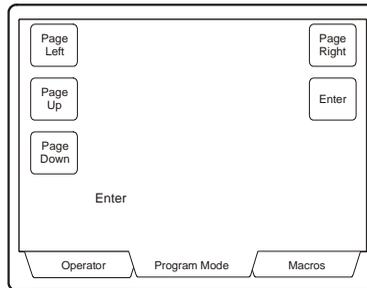

Abbildung 4.7: Matrixmenü
2. Drücken Sie die Soft-Taste MATRIX MENUS. Anschließend wird das Matrixmenü in der Keyboard-Anzeige des ADCC1100 geöffnet (Abbildung 4.7) und das Hauptmenü des Schaltmatrixsystems wird auf dem gegenwärtigen gewählten Monitor angezeigt.